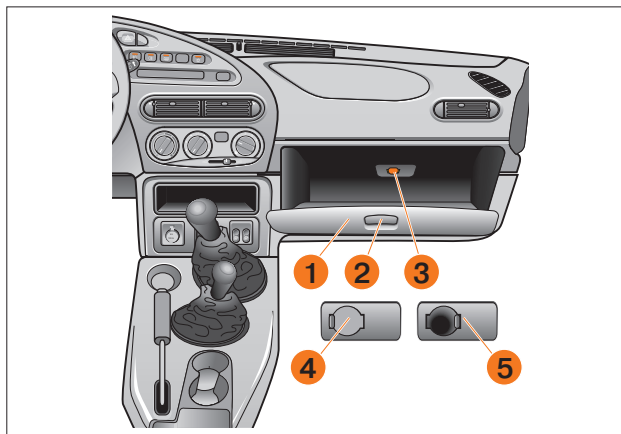

Рис. 33. Охлаждаемый вещевой ящик (в вариантном исполнении)
**В вариантном исполнении** (рис. 33) предусмотрена функция охлаждения вещевого ящика (при работающем кондиционере). Для её задеystвования необходимо открыть заслонку **3**, сдвинув её вправо до упора (положение **5**). По окончании пользования функцией охлаждения, заслонку вернуть в начальное положение **4**, сдвинув её влево до упора.